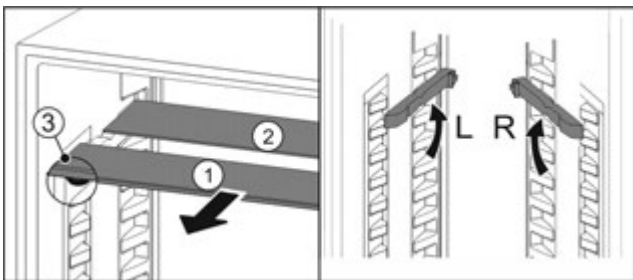

Fig. 69
- ▶ Посуньте Fig. 69 (1) скляну панель вперед.
- ▷ Скляна панель Fig. 69 (1) з декоративною планкою лежить спереду.
- ▷ Стопори Fig. 69 (3) показують вниз. Пристрої з морозильною камерою:\*